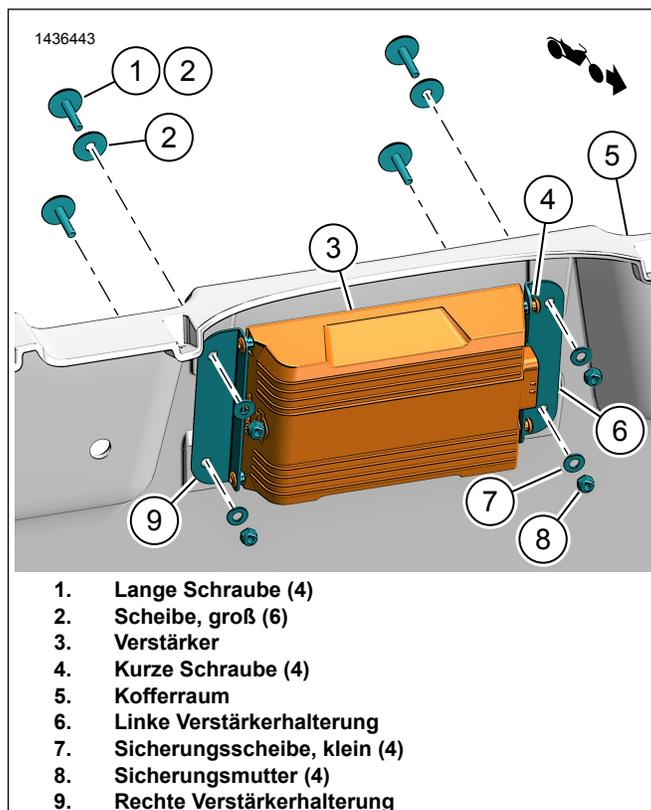

Abbildung 2. Verstärker Halterungen
1. Siehe Abbildung 2. Die Verstärker-Befestigungshalterungen einbauen.
- a. Die Halterungen (6, 9) am Verstärker (3) anbringen.
- b. Die Schrauben (4) anbringen. Festziehen.
Siehe Abbildung 2. Den Verstärker mit Halterungen einbauen.